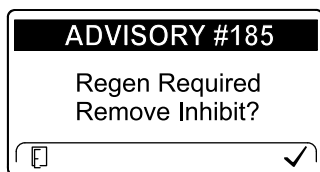

Bild 47
**Hinweis:** Wenn Sie im InfoCenter das Verhindern der Zurücksetzen-Regenerierung eingestellt haben, wird ADVISORY#185 (Bild 47) alle 15 Minuten im